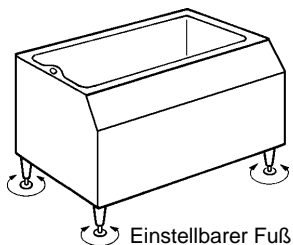

Abb. 4
- 2) Stellen Sie den Eisbereiter an dem ausgewählten, permanenten Standort auf und richten Sie ihn in beiden Richtungen (links-rechts und vorne-hinten) eben aus. Siehe Abb. 4.